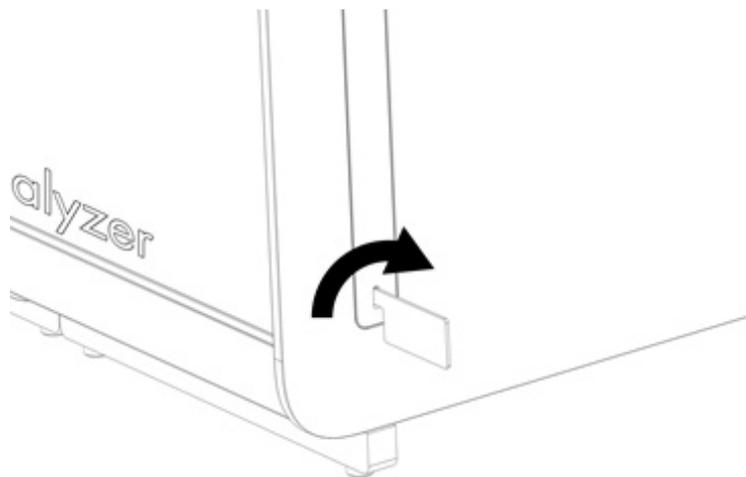

Figure 5. Retrait des capots de protection.
2. Retirez les capots de protection sur le côté du module analytique à l'aide de l'outil de retrait des capots de protection fourni avec le QIAstat-Dx Analyzer 1.0 (figure 5).